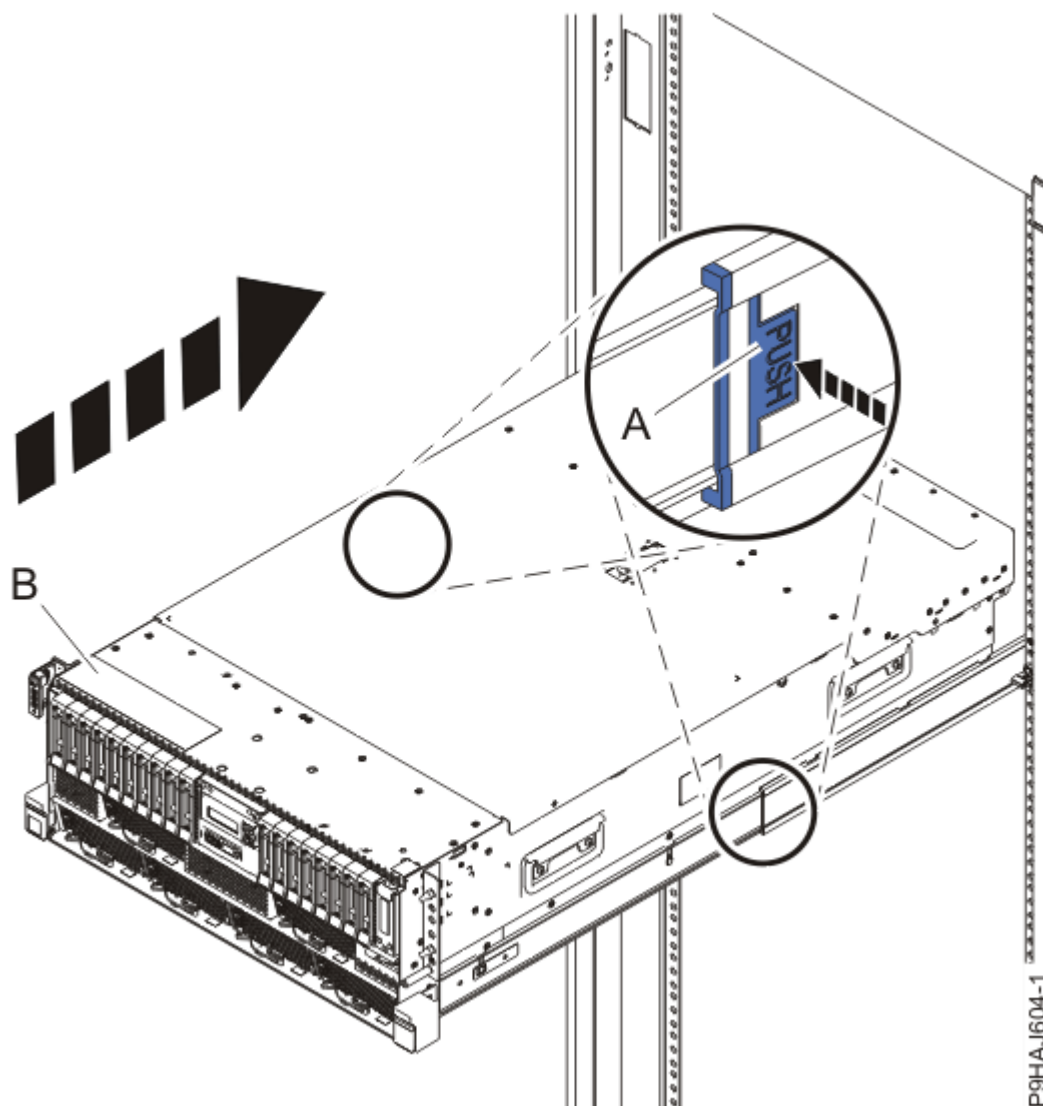

Figura 20. Colocar o sistema na posição de funcionamento
3. Para um sistema montado em bastidor, desbloqueie os trincos de segurança da calha azul **(A)** conforme demonstrado em Figura 20 na página 21 ao puxá-las para dentro.